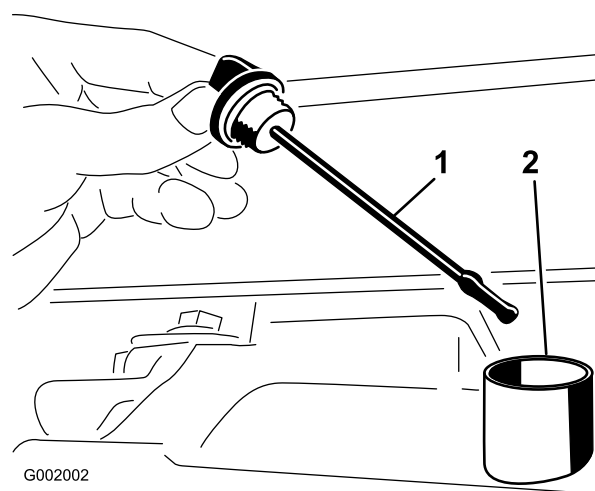

Figura 68
2. Retire a vareta da transmissão e limpe-a com um pano limpo (Figura 68).